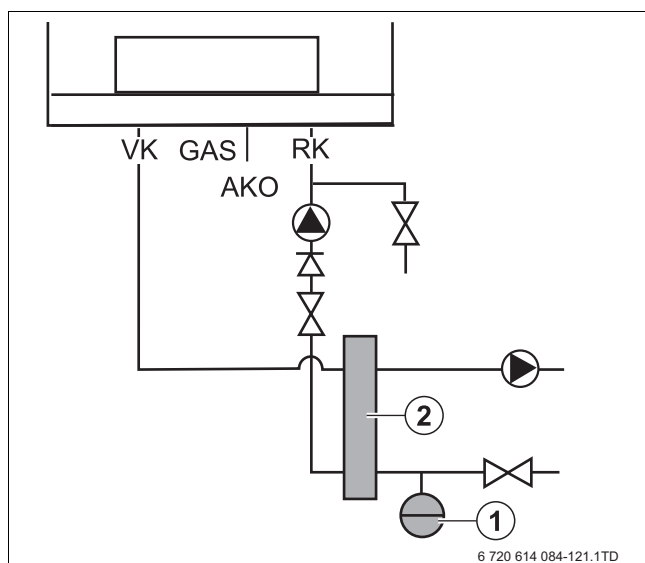

Bild 19 Anschluss Ausdehnungsgefäß mit Weiche
- Wenn eine Weiche vorhanden ist, kann ein Ausdehnungsgefäß zusätzlich an der sekundären Seite der Weiche im Rücklauf angeschlossen werden (→ Bild 19).